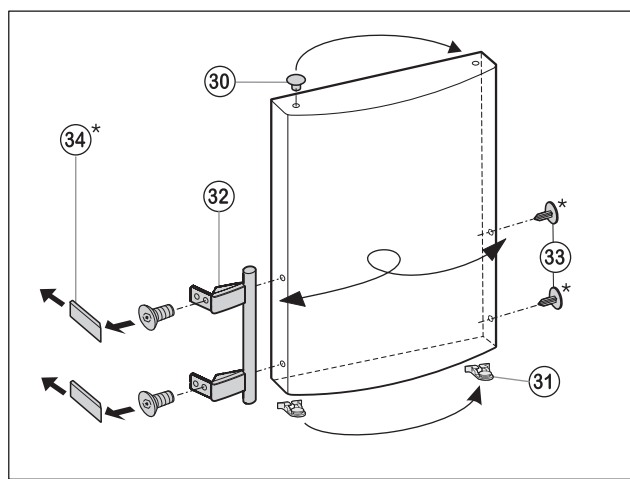

Fig.6
- Zátky Fig. 6 (30) vyjměte z pouzdra ložisek dvířek a přemístěte je.
- Madlo dveří Fig. 6 (32), zátky Fig. 6 (33) a krycí destičky* Fig. 6 (34) odmontujte a přemontujte na protější stranu.